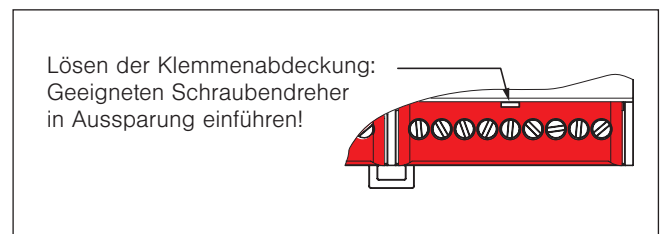

Abb. 4 Lösen der Klemmenabdeckungen
■ **REG:** Montieren Sie das Gerät beim Verteilereinbau auf einer symmetrischen Hutschiene (TH 35-15) durch Aufklipsen. Zur Erleichterung der Anschlussarbeiten können die Klemmenabdeckungen gelöst werden (Abb. 4).